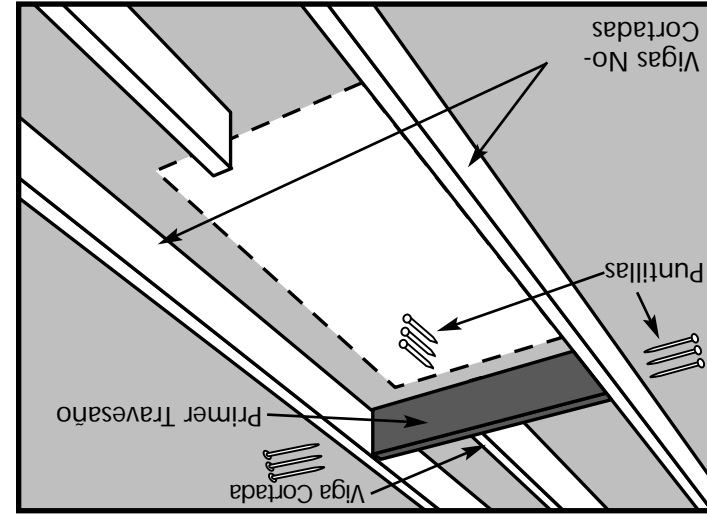

Figura 16
- PASO 3. Coloque uno de estos travesaños contra el extremo de la viga(s) cortada según se muestra en la Figura 16. Este debe encajar ajustadamente entre las vigas no-cortadas. Martille para colocarlo en su posición si es necesario; si el travesaño tiene 1/16 pulgadas (1.6mm) de más, recórtelo. Si tiene 1/16 pulgadas (1.6mm) de menos, corte otra pieza.
- PASO 4. Coloque en ángulo recto el travesaño en la viga no-cortada y clave el travesaño al extremo de la viga(s) cortada con 3 puntillas (16d) según se muestra en la Figura 16.
- PASO 5. Verifique el travesaño en cuanto a ángulo recto, luego clave 3 puntillas (16d) a través de cada viga dentro de cada extremo del travesaño según se muestra en la Figura 16.